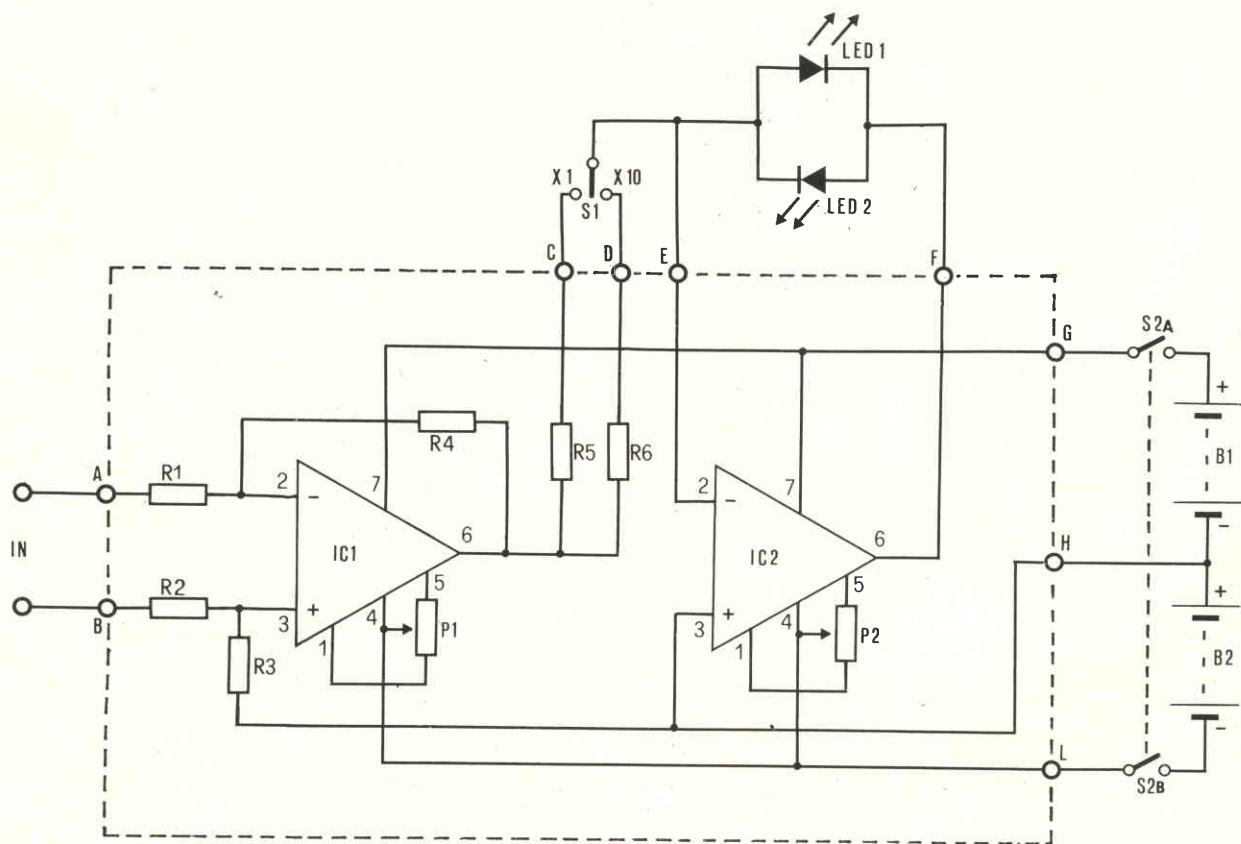

Fig. 4 - Schema elettrico completo del Null Detector qui presentato.
Osserviamo ora lo schema completo del nostro Null Detector (fig. 4). IC1 è montato ad amplificatore-sottrattore: la tensione presente alla sua uscita (piedino 6 di IC1) è proporzionale alla differenza fra le due tensioni applicate fra i punti A e B e la massa (H). R1 vale 56 K, R4 470K: quindi il circuito guadagna circa 8 volte ($R4/R1 = 8,39$).
Con una attenta occhiata allo schema di fig. 4, è facile notare che la corrente necessaria per l'accensione di uno dei due LED scorre, oltre che nel circuito d'uscita di IC2, anche attraverso R5 o R6 ed il circuito d'uscita di IC1. La resistenza posta fra l'uscita di IC1 e l'ingresso invertente di IC2 deter-
I componenti, che nel circuito di fig. 4, sono racchiusi nel rettangolo tratteggiato, trovano posto su una piccola basetta stampata (50 x 25 mm); il disegno delle piste ramate è in fig. 5/a, mentre la disposizione dei componenti è in fig. 5/b.
Una regola generale per il suo uso corretto è collegare il puntale arancio (ingresso invertente) al positivo della tensione nota; il puntale rosso (ingresso non-invertente) al positivo della tensione incognita; il puntale nero al negativo comune (fig. 6). Riferendosi allo schema di fig. 4 e alle spiegazioni date nel testo, è facile determinare che il LED 1 s'illumina quando la tensione incognita è superiore a quella nota, e il LED 2 quando è inferiore. Per questo motivo i due LED vengono contrassegnati rispettivamente con ALTO e BASSO (HIGH e LOW in inglese - è più chic!).